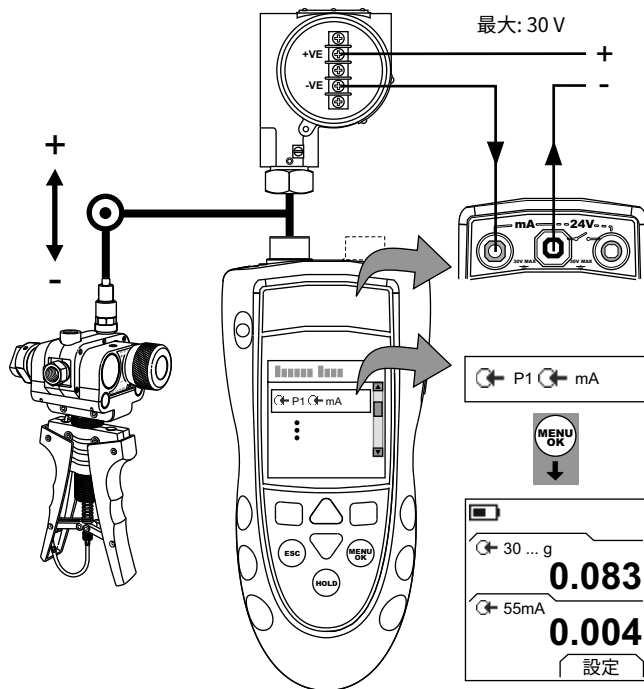
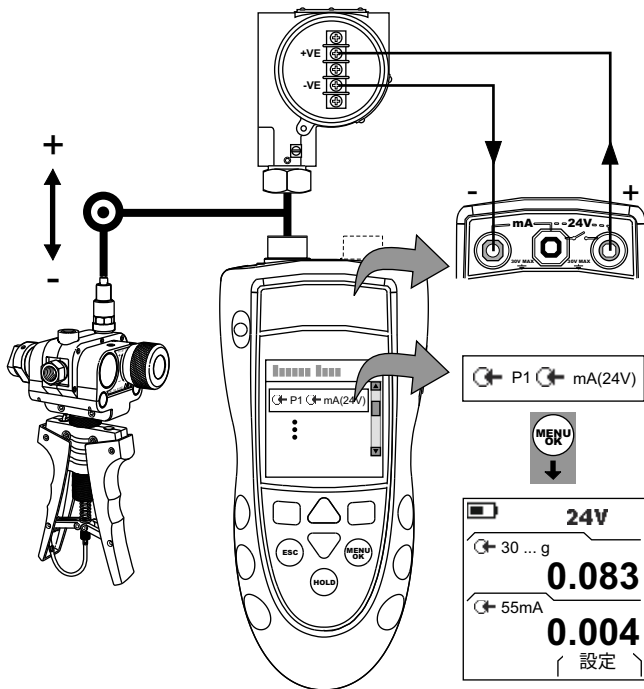

図 5: 構成例 - 外部ループ電源を使用したトランスミッタ校正
図 6: 構成例 - 内部ループ電源を使用したトランスミッタ校正
1. 本計器を接続し (図 5 または 図 6)、必要に応じてセット アップ (表 1) を調整します。